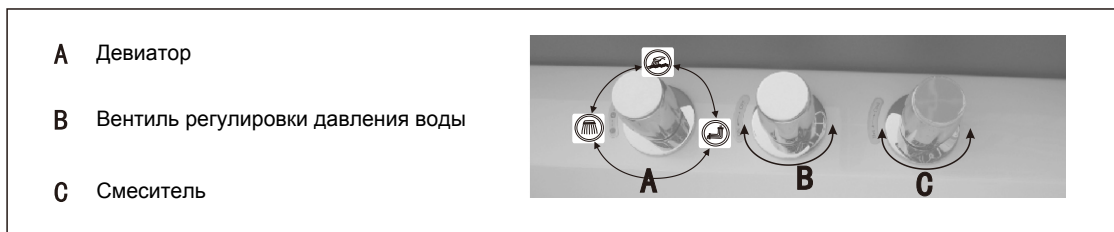

Рис. 7
3. Зеленый провод, является заземляющим; пожалуйста, соедините более короткий конец провода на раме ванны (Рис. 7).
Включение, регулировка давления и выключение воды осуществляется при помощи регулировочных винтов "В" (Рис.7). Вращение винтов осуществляется влево или вправо. Переключение воды между потребителями осуществляется с помощью девиатора "А".